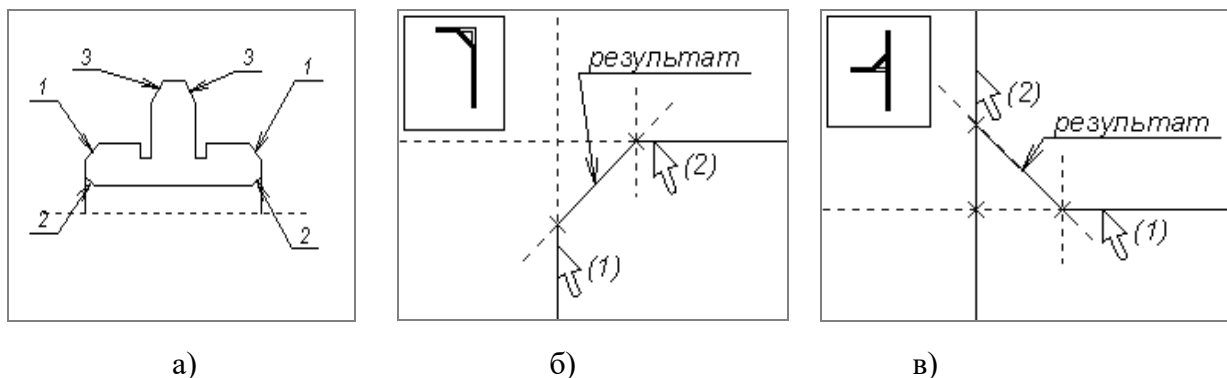

Рисунок 38 – Порядок построения фасок
2.5.2 Создайте фаски 1 и 3 на внешнем контуре и фаски 2 на внутреннем контуре (рисунок 38а). Порядок выполнения: Вызвать команду  («Чертеж|Фаска»). Для построения фаски 1 выбрать в окне «Параметры фаски» одиночную фаску (рисунок 38б), установить размер $3 \times 45^\circ$, подтвердить кнопкой «ОК». Указать курсором на вертикальную линию (1), затем на горизонтальную линию (2). В появившемся окне «Параметры фаски» установите размер $2,5 \times 30^\circ$ и создайте фаски 3 в том же порядке. Для создания фаски 2 в окне «Параметры фаски», выберите из меню одиночную фаску (рисунок 38в), установите размер $2 \times 45^\circ$, подтвердите кнопкой «ОК». Далее нужно указать курсором на горизонтальную линию (1), затем на вертикальную линию (2). Курсор (2) располагать чуть выше линии контура отверстия.